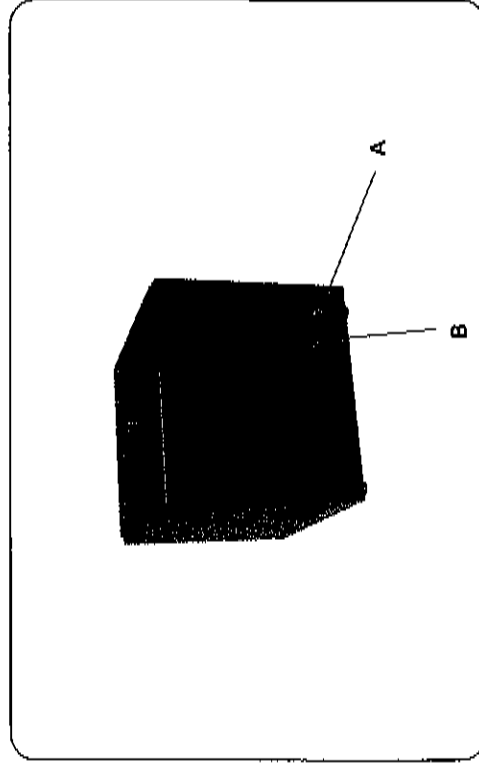

Fig.1
2. Faire pivoter le thermostat (A fig.1) jusqu'à le placer sur la température souhaitée. Le témoin lumineux s'allumera (B fig.1) et ne s'éteindra qu'une fois atteinte la température programmée.
1. Placer le thermostat (A fig.1) en position "0", et contrôler que la témoin lumineux de thermostat s'éteint (B fig.1).